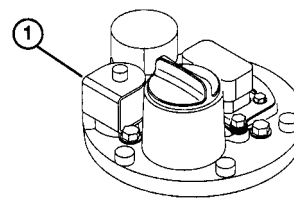

Fig. 23
- Spia della valvola in circuito aperto lampeggiante: Controllare e/o sostituire l'elettrovalvola (Fig. 23) o i fili.
- Spia di valvola in cortocircuito lampeggiante: Controllare e/o sostituire l'elettrovalvola (Fig. 23) o i fili.